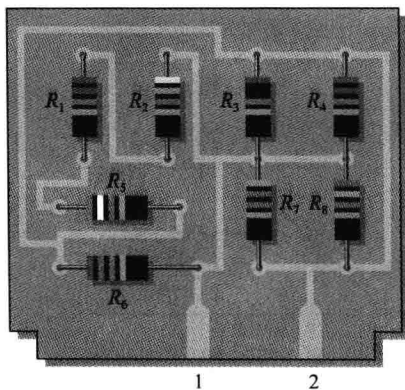

图 5-51 习题 2、习题 3 图
2. 确定图 5-51 中的电阻器是否都并联接在印制电路板上, 画出电路原理图并标出电阻值。其中, 电阻 R_1 的色环颜色分别为: 红、红、橙、金; 电阻 R_2 的色环颜色分别为: 黄、紫、橙、金;
3. 试确定图 5-51 中引脚 1 和引脚 2 之间的总电阻。